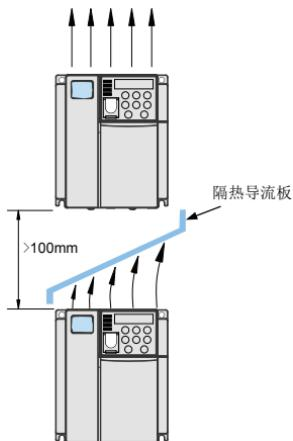

图 3-2 MD310 变频器上下安装示意图
- 2) 请向上垂直安装变频器，便于热量向上散发。若柜内有多台变频器时，请并排安装。在需上下安装的场合，请参考图 3-2，安装隔热带流板。